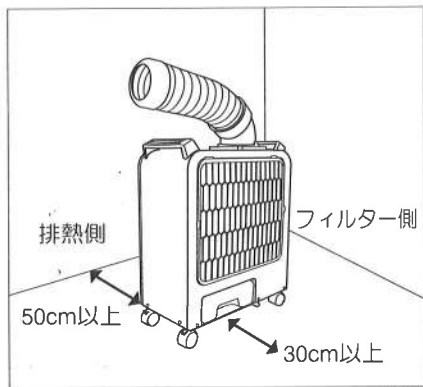

図6
- 排気口・フィルター口付近に障害物のない場所に設置してください。(図6参照)